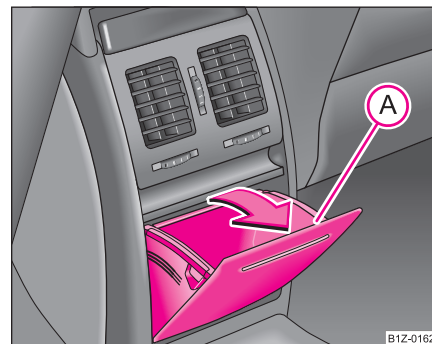

Fig. 109 Consola central trasera: Compartimento guardaobjetos
- Abra el compartimento guardaobjetos tirando del borde superior del mismo (A) en el sentido de la flecha ⇒ página 119, fig. 109.